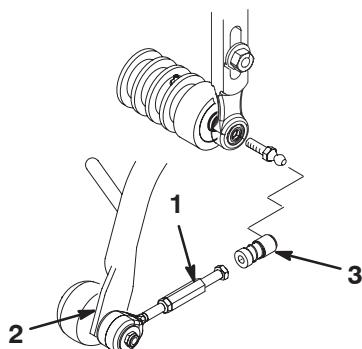

Bild 18
- Schieben Sie die Hülse an jeder Kugellageraufnahme zurück und haken Sie die Aufnahme in den Kugelbolzen des Mähwerks ein (Bild 18).